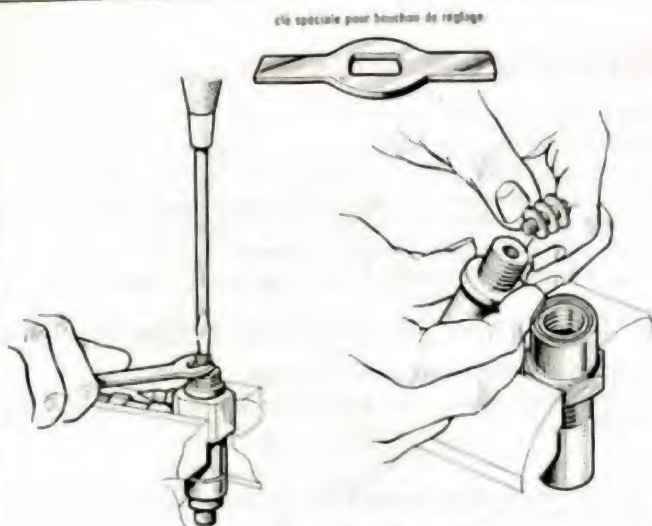

Fig. 8. — Réglage du tarage des injecteurs.
b) actionner la pompe à environ **10 courses à la minute** et lire la pression d'injection sur le manomètre. Si cette pression diffère de la pression demandée, il faut agir sur la vis de réglage avec un tournevis ou une clé spéciale (fig. 8).
Pour certains types de porte-injecteur, le tarage s'effectue par interposition de rondelles qui compriment plus ou moins le ressort. Ce procédé, plus délicat et plus long à exécuter, nécessite des rondelles d'un diamètre différent et des épaisseurs variables en fonction du modèle de porte-injecteur (fig. 8 et 9).